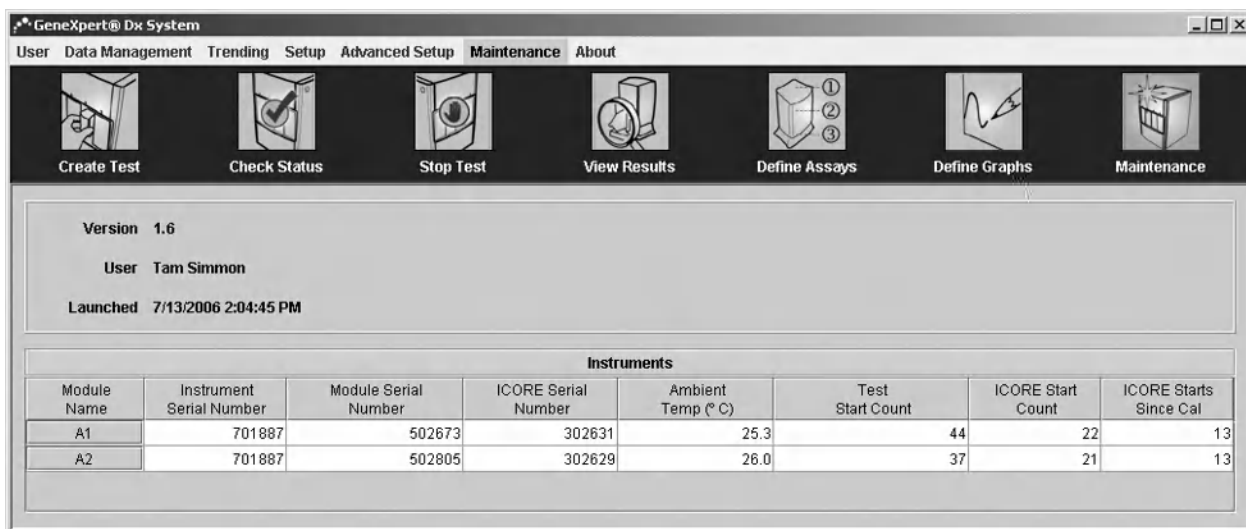

Рис. 9-1. Окно Maintenance (Обслуживание).
2. В окне ПО системы GeneXpert Dx на панели инструментов выберите пункт Maintenance (Обслуживание). Появится окно Maintenance (Обслуживание), см. (Рис. 9-1).
Чтобы определить, требуется ли прибору повторная калибровка, в окне Maintenance (Обслуживание), см. (Рис. 9-1) проверьте столбцы **Last Factory Calibration** (Последняя заводская калибровка) и **ICORE Starts Since Cal** (Кол-во запусков модуля ICORE после калибровки). Проверьте дату и количество запусков. При необходимости свяжитесь со службой технической поддержки компании «Цефеид» для проведения калибровки. Контактные данные приведены в разделе Поддержка пользователей главы введение.
2. В окне ПО системы GeneXpert Dx на панели инструментов выберите пункт **Maintenance** (Обслуживание). Появится окно Maintenance (Обслуживание), см. (Рис. 9-1).